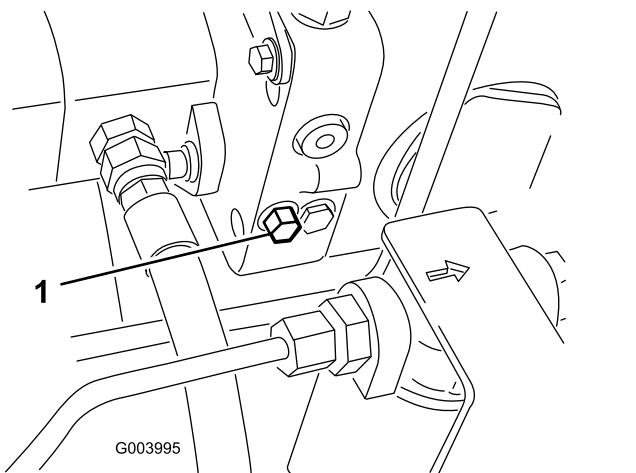

Figura 41
1. La valvola di bypass è situata sul lato sinistro dell'idrostat (Figura 41). Fate ruotare di un giro e mezzo il bullone per aprire e lasciare bypassare l'olio all'interno. Dal momento che il fluido viene bypassato, potete spostare lentamente la macchina senza danneggiare la trasmissione.